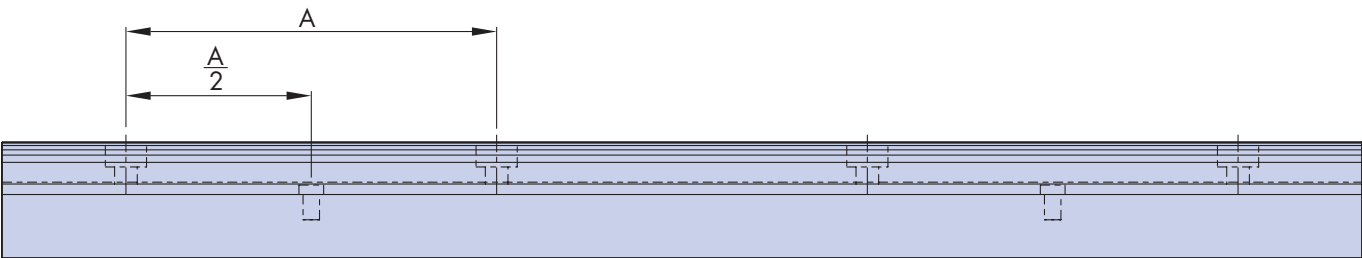

图 1.3 定位销孔的位置
1.2 如果使用定位销方式，则应每隔两倍两个滑道固定孔之间的距离布置一个定位销，如图 1.3 所示。如果使用较短长度的滑道，建议最少使用两个定位销。